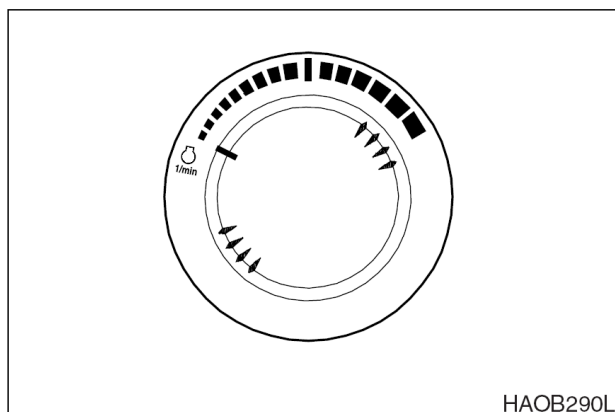

Рис. 19
1. Дать двигателю поработать на малых оборотах холостого хода **LOW IDLE** (без нагрузки) 5 минут (рис.19).